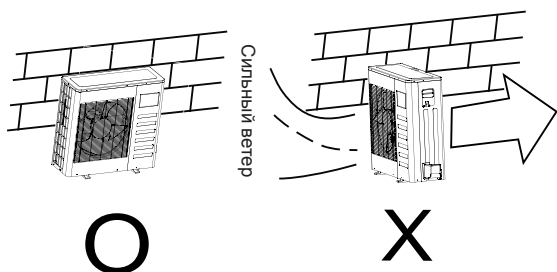

Рис. 6-1
- В случае, если место установки находится в зоне сильных ветров, например со стороны моря, нужно обеспечить нормальную работу вентилятора путем расположения блока вдоль стены и применения пылезащитного устройства (см. рис. 6-1).